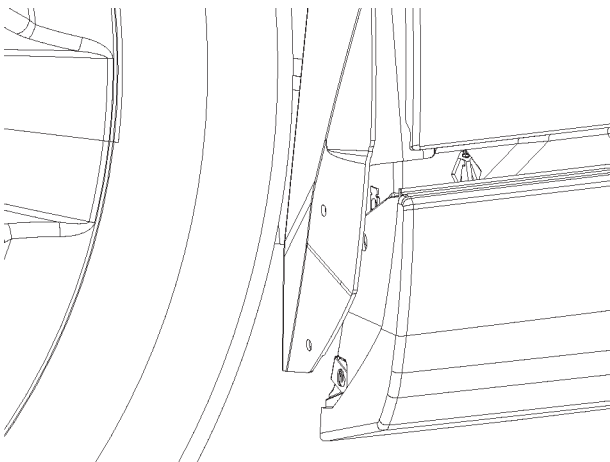

FIGURA 26
10. Con la puerta abierta, alinee el revestimiento de la plancha de base con el interior del protector de la rueda delantera. El revestimiento de la plancha de base irá entre el protector de la rueda y la lámina de metal. Consulte la figura 26.